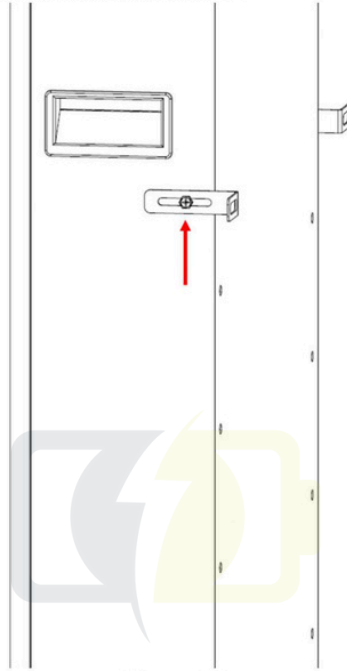

Figura 5-6
d) Ajustați șuruburile din stânga și din dreapta în poziția corespunzătoare pentru a vă asigura că bateria este perpendiculară pe pământ, așa cum se arată în Figura 5-6.